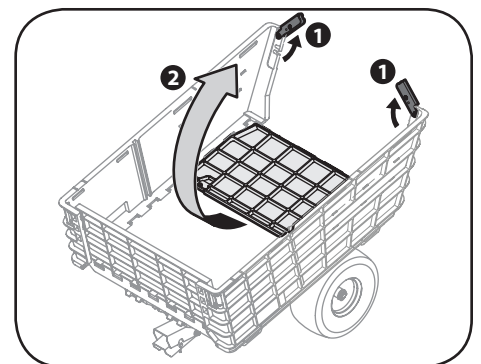

Figura 3-7
10. Levante los sujetadores de la puerta trasera y luego eleve la puerta trasera en su lugar. Consulte la Figura 3-7.